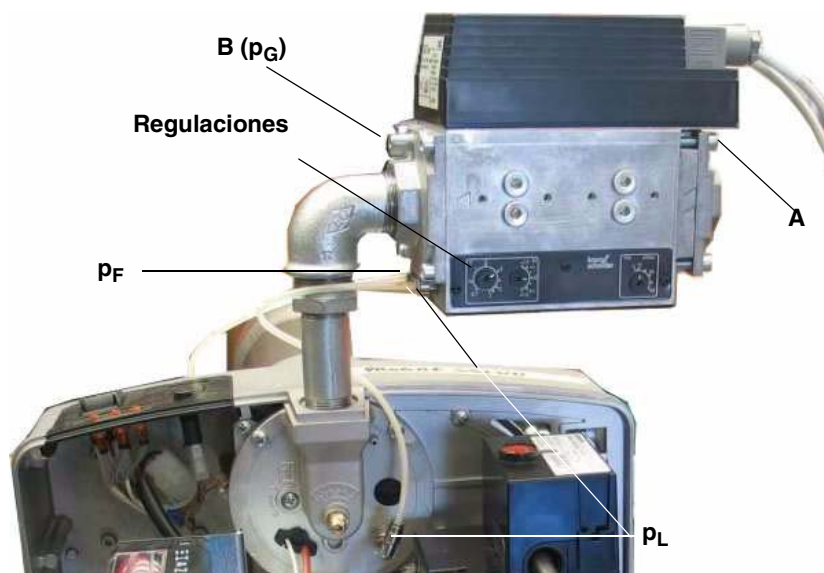

Fig. 19
- 1 Arrancar el quemador a baja llama: si el quemador no entra en servicio, girar en **N** un poco en sentido + y repetir el arranque (vedi Fig. 20). Medir la presión de gas **p_G** en **B** (Fig. 19).
- 2 Medir la presión de aire **p_L** (Fig. 19) en el quemador y ajustar en **N** la presión de gas (Fig. 20)
- ¡No cerrar el empalme **p_F** posiblemente no utilizado! (Fig. 19)
- 2 Medir la presión de gas en **A** y **B** (Fig. 19).